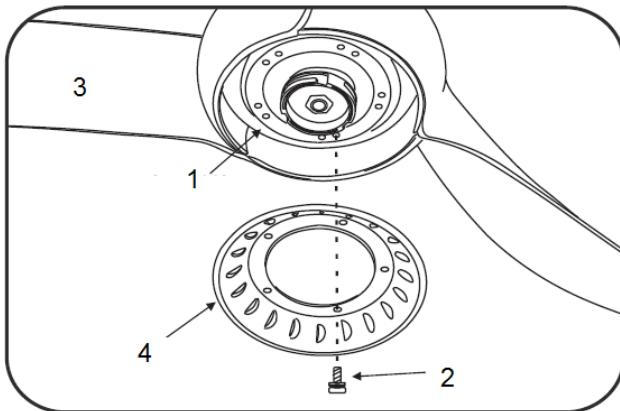

Abb. 8
- Richten Sie die Bohrungen des Schwungrades (4) und des Ventilatormotors (1) aufeinander aus, und sichern Sie das Schwungrad mittels der mitgelieferten Schrauben (5). (Abb. 8)